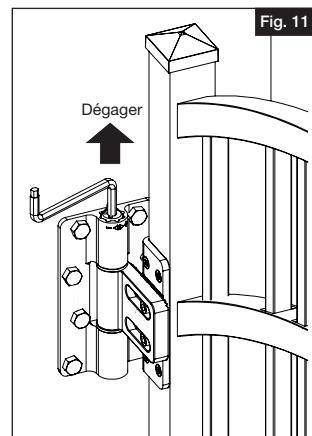

Fig. 11
- c. Une fois que la tension désirée est réglée, simplement cesser d'appuyer sur la goupille de réglage de tension pour la verrouiller de nouveau dans le bâillet de la charnière. Les languettes sur la tête de la goupille s'enclencheront dans les encoches dans le bâillet de la charnière lorsque la goupille sera complètement verrouillée (Fig. 11).